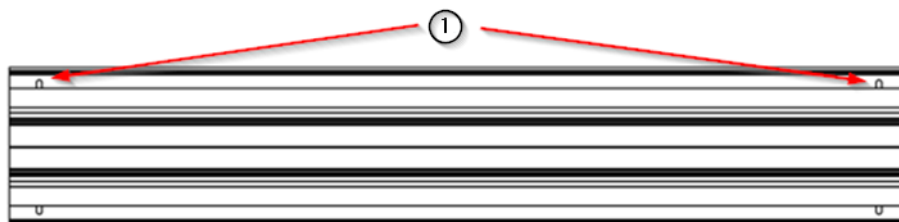

Fig.6 Puntos de anclaje del equipo N270
Para la instalación del equipo hay dos hileras de puntos de anclaje en la parte trasera del equipo. La cantidad y distancia de dichos puntos de anclaje variará en función de la longitud del equipo y viene definido en el correspondiente plano de instalación que acompaña al equipo. Véase Fig. 6.
- Localice los puntos de anclaje ① del equipo que se indican en el plano de instalación que acompaña. (Véase Fig.6)